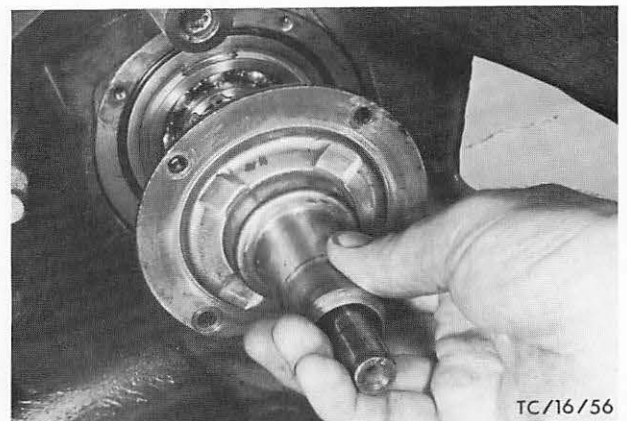

Abb. 61 Führungshülse-Kupplungsdrucklager montieren
45. Führungshülse-Kupplungsdrucklager mit neuem O-Ring anbauen. Schrauben mit Dichtungsmasse einsetzen. Abb. 61.